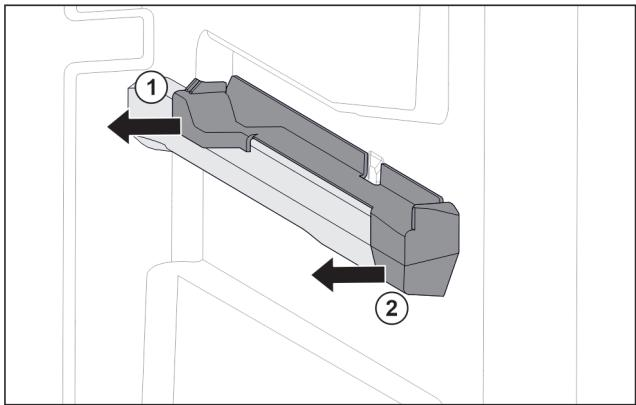

Fig. 148 Aufsteckteil auf der rechten Behälterrippe
- Aufsteckteil hinten zur Seite abziehen. Fig. 148 (1)
- Aufsteckteil vorne zur Seite abziehen. Fig. 148 (2)